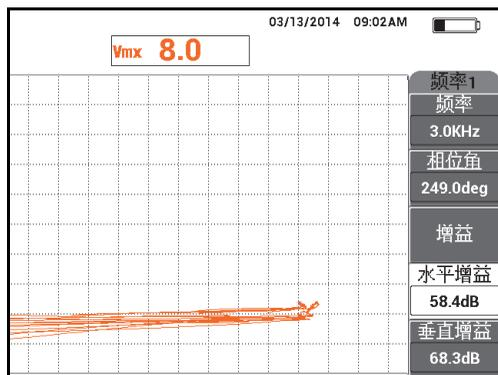

图 5-107 调节频率 1 的水平增益
13. 将探头提起到空中，按主菜单滤波器菜单键 (⚙️)，然后在探头轻轻敲击位置 1 时，降低频率 1 的**水平增益** (功能键 D)，直到**混合**通道的提高信号几乎处于水平状态 (参见第 190 页的图 5-107)。